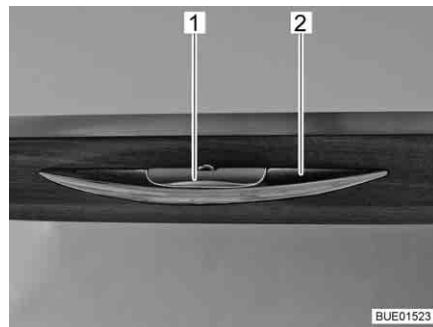
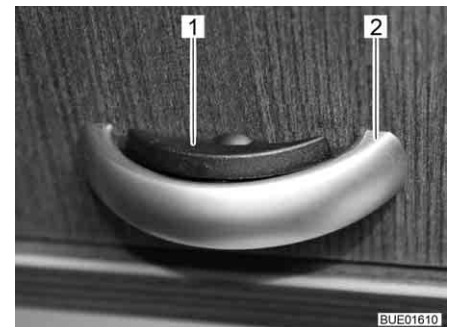

Fig. 73 Alçapão de móvel com manípulo de destravamento
Fig. 74 Alçapão de móvel com manípulo de destravamento (alternativa)
- Pressione o o manípulo de destravamento (Fig. 73,1 ou Fig. 74,1) e mantenha-o assim.
- Puxe o manípulo (Fig. 73,2 ou Fig. 74,2), até o alçapão de móvel ficar aberto.